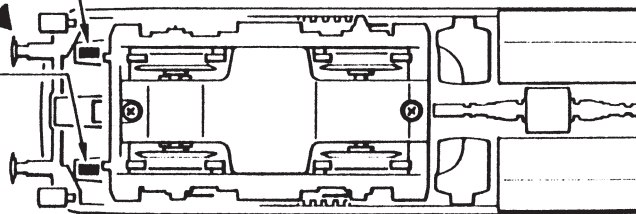

Fig. 3
**Mehrzugbetrieb:** Zuerst Lokgehäuse abnehmen (Fig. 3). Danach den Brückenstecker aus der Schnittstelle entfernen (diesen sorgsam aufbewahren). Danach den Stecker des Steuerbausteins lagerichtig einsetzen (siehe Fig. 6).
**2. Schmierung:** Versehen Sie die im Schmierplan in Fig. 7 gekennzeichneten Stellen mit nur **kleinen Öltropfen**. Dazu zuerst das Lokgehäuse abnehmen (Fig. 3). Wir empfehlen den ROCO **Öler Art.-Nr. 10906**. Fürs Schmieren der Getriebeteile (Zahnräder, Schnecke) empfehlen wir das **ROCO-Spezialfett Art.-Nr. 10905**. Im Falle der Schmierung diese Teile **nicht ölen**.
**4. Motorwechsel:** Lokgehäuse abnehmen (Fig. 3). Danach wird der Motor ausgebaut (Fig. 9).
**2. Lubrication:** Apply **tiny oil drops** to spots marked in fig. 7. Prior to lubrication dismantle locomotive (fig. 3). We recommend using item no. **10906, Roco oiler**. For lubrication the gearparts (e.g. cogwheels, worm) we would recommend our Roco **special grease** (item no. **10905**).
**4. Motor Changing:** First remove loco body (fig. 3), and then the motor (fig. 9).
**2. Graissage:** N'appliquez **qu'une toute petite goutte** aux endroits indiqués par le plan de graissage (fig. 7) après avoir démonté la caisse de la locomotive (fig. 3). Nous vous recommandons **le graisseur à huile Roco réf. 10906**. Pour graisser les engrenages (roues dentées, vis sans fin) nous vous conseillons la **graisse spéciale Roco réf. 10905** pour engrenages en matières synthétiques. Lorsque vous utilisez cette graisse il faut éviter d'huiler ces composants.
**4. Remplacement du moteur:** Démontez la caisse (voir fig. 3). Démontez ensuite le moteur (fig. 9).
1. siehe } Fig. 3